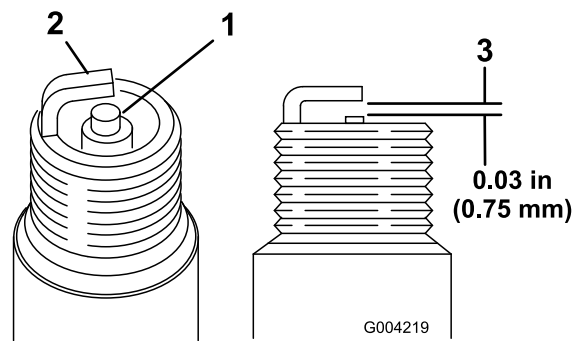

図 50
- 中央の電極部を観察する(図 50)。絶縁体部がうす茶色や灰色なら適正、碍子が黒くなっているのは不完全燃焼である(エアクリーナの汚れが原因であることが多い)。
- プラグの電極間のエア・ギャップ(図 50)を点検し、
- 適正值から外れていれば外側の電極(図 50)を曲げて調整する。